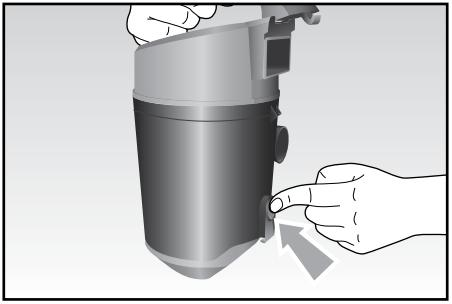

Fig. 5
- Svuotare il contenitore della polvere (E), aprendo il coperchio mediante il relativo pulsante di sgancio (Fig. 5).